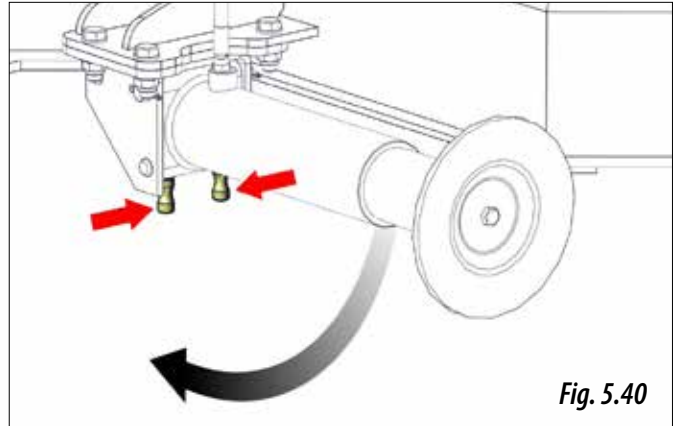

Fig. 5.40
- 1- Sujetar el pie de apoyo y actuar sobre los seguros para desbloquear la posición del pie (Fig. 5.40).